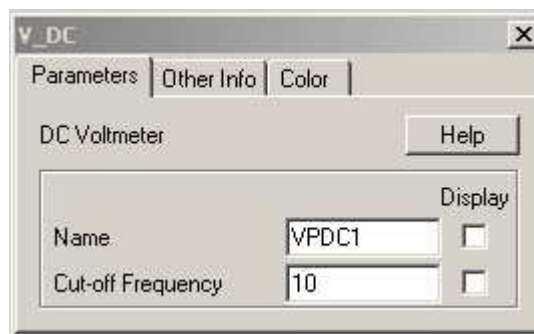

Figura 6 Menu para a definição da frequência de corte
- a. no menu “elements/others/probes” existem medidores de tensão e corrente CC (medidores de valor médio), tensão e corrente CA (valor eficaz verdadeiro), wattímetro, medidor de fator de potência (funciona também com correntes distorcidas), medidor de VAR, etc. (Figura 5). Salienta-se que todos os medidores possuem um filtro onde a frequência de corte (FC) (cut-off frequency, vide figura 6) deve ser especificada. Valores baixos de FC implicam em longo tempo de acomodação do sinal medido. Valores elevados fazem com que o sinal se estabilize mais rapidamente, porém aparece uma ondulação no sinal do medidor. O valor correto pode ser obtido por tentativa e erro.